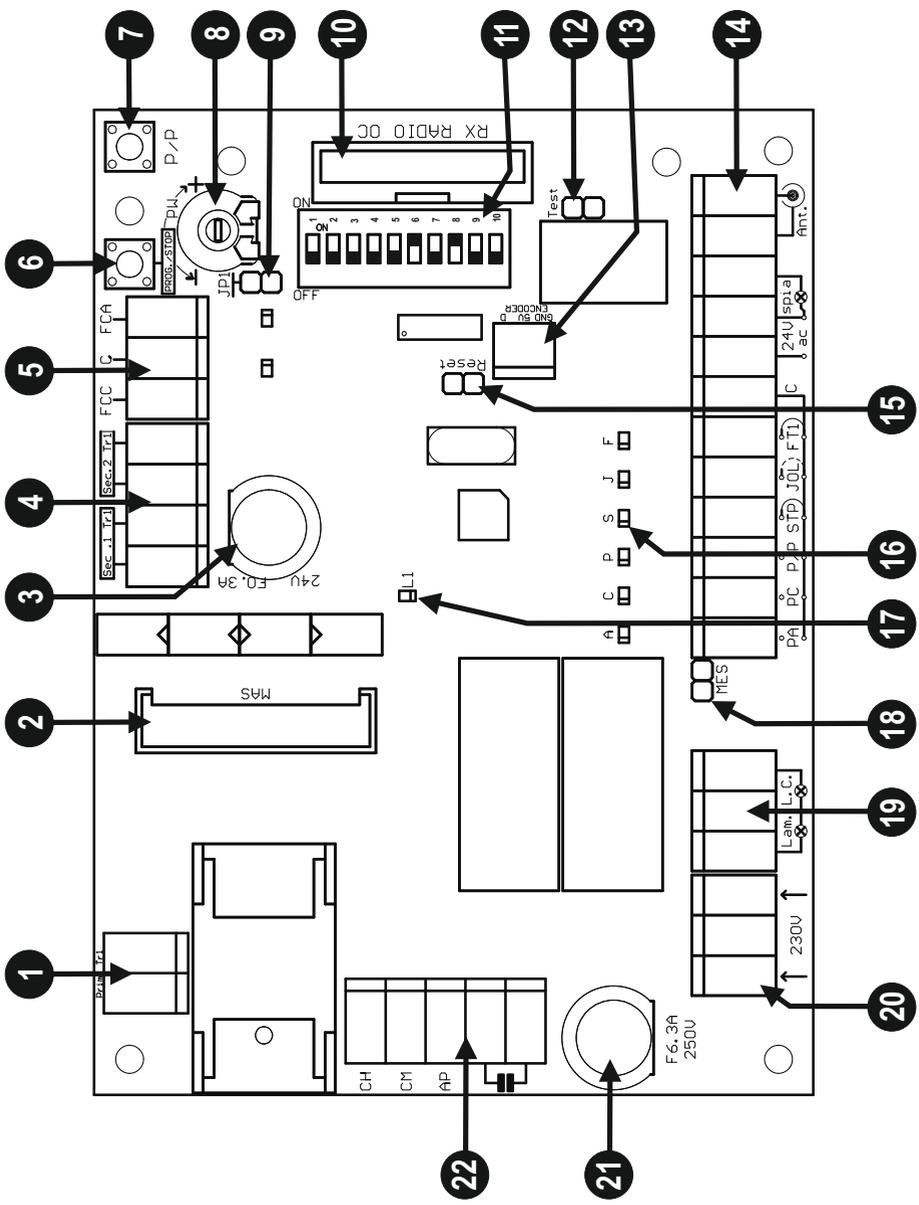

Fig. 1 / Abb. 1
### BESCHREIBUNG DER VERSCHIEDENEN TEILE (Abb. 1)
Wenn Antriebe mit internen Endschaltern, wie zum Beispiel Antriebe für Rollläden benutzt werden, müssen das Soft-Stopp (Dip 9 OFF) und die Bremse (Dip 8 OFF) ausgeschlossen werden und der Jumper JP1 (Det.9 in Abb. 1) muss eingeschaltet sein. Das Soft-Stopp nicht mit hydraulischen Antrieben verwenden. Das Tor muss immer über mechanische Endanschläge verfügen.
- **Mit dem befähigten Fototest und der Zentrale in Stand-By sind die Sender der Fotozellen nicht versorgt und der Eingang FT1 ist offen (LED ausgeschaltet). Unter dieser Bedingung kann auch der Betrieb der Fotozellen durch Kurzschließen des Test-Jumpers überprüft werden (Detail 12 der Abb. 1).**
## EMPFÄNGER OC2 (Det. 10 in Abb. 1)
Die Steuerung T101F/FA funktioniert wie die Version T101 mit Ausnahme der Funktionen der Dip-Switches 8,9 und 10 (Det. 11 in Abb. 1).